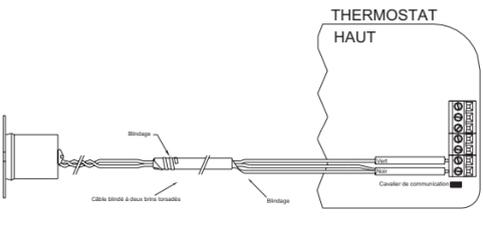

Figure 11 – Connexions à un Senseur de Température à distance
Ce thermostat est configuré par défaut avec le cavalier de communications (J8) intitulé « COMM JUMPER » sur le tableau de bord imprimé du circuit installé du thermostat - Voir Figure 11.
Faites les connexions sur les terminaux Vert et Noir sous la section marquée « Senseur Temp. Distance » sur la plaque du terminal correspondant - Voir Figure 11.
- En branchant un Senseur de Température à distance, le câble blindé et l'un des câbles du Senseur de Température à distance sont attachés ensemble et connectés à la borne noire – Voir Figure 11.